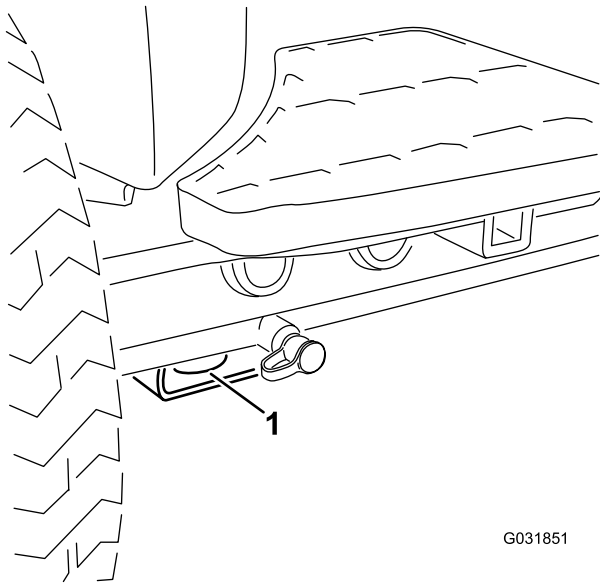

Figura 39
- Delantero – el orificio del bloque rectangular, debajo del tubo del eje, al interior de cada rueda delantera (Figura 39)